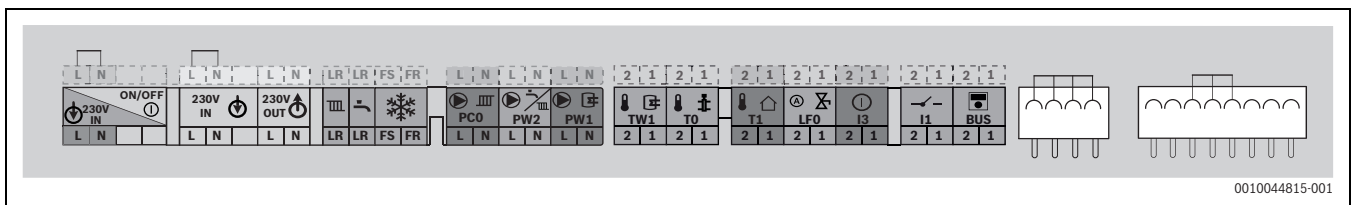

Bild 60 Klemmleiste für externes Zubehör
- ▶ Kabel an der Klemmleiste für externes Zubehör (→ Bild 60) anschließen.